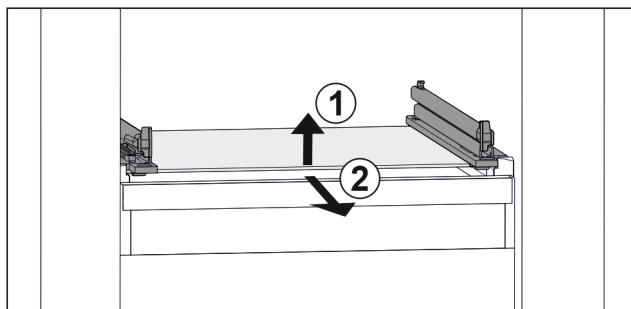

Fig. 129 Приблизне відображення скляної пластини
- ▶ Підняти скляну пластину спереду. Fig. 129 (1)
- ▶ Вийняти скляну пластину рухом вперед. Fig. 129 (2)